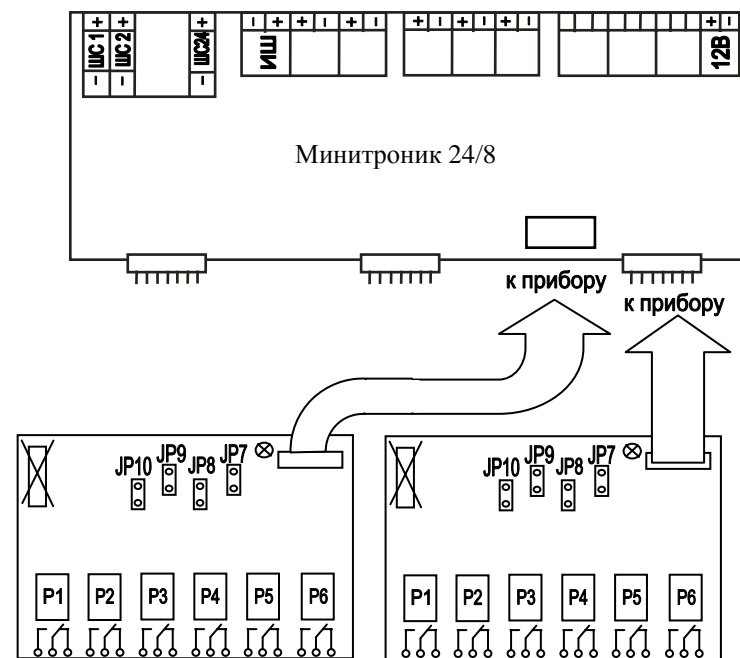

Рис.1. Подключение модуля управления ПР-2 к прибору «Минитроник 24/8».
5.2. Закрепить модуль рядом с ПКП и подключить с помощью плоского кабеля к разъему расширения ПКП, как показано на рис.1. Установить один из 16 алгоритмов работы с помощью 4 джамперов (перемычек) на плате модуля. В табл.1 Приложения 1 указаны установки джамперов и соответствующие им алгоритмы работы прибора «Минитроник 24», а в табл.2 Приложения 1 - алгоритмы работы прибора «Минитроник 8». Эти алгоритмы поясняются также рис.1.1- 8.2 и рис.9.1-16.2 Приложения 2. Тип прибора («Минитроник 24» или «Минитроник 8») модуль определяет автоматически.